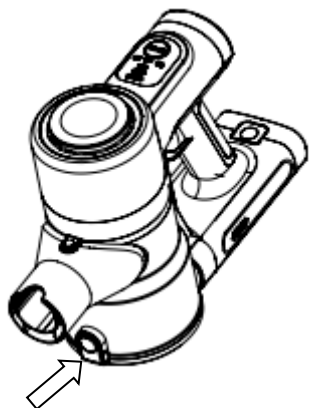

fig.14
- e) Pulse el botón para liberar la tapa inferior del depósito de polvo y vaciarlo (fig. 14).